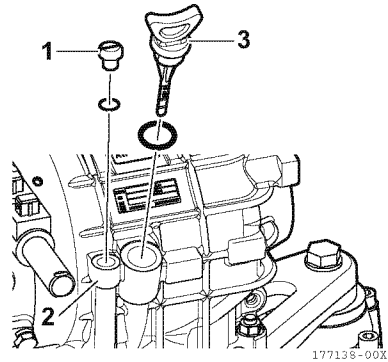
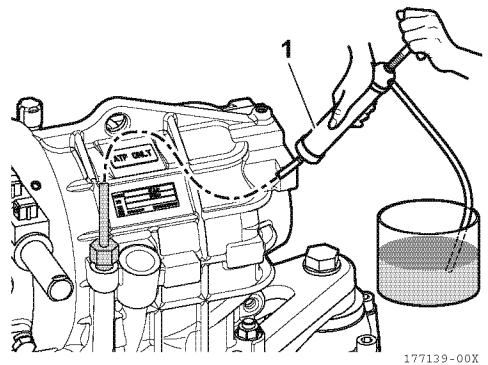

Abbildung 9
Abbildung 10
1. Zum Ölwechsel muss der Stopfen (1, **Abbildung 9**) vom Ölabsaugrohr (2, **Abbildung 9**) entfernt werden. Das Absaugen kann mit einer Handpumpe erfolgen (1, **Abbildung 10**).
2. Den Schlauch der Handpumpe (1, **Abbildung 10**) durch das Absaugrohr (2, **Abbildung 9**) schieben und die Flüssigkeit absaugen.
3. Den Ölmesstab (3, **Abbildung 9**) herausschrauben.
5. Den Ölmesstab einschrauben (3, **Abbildung 9**).